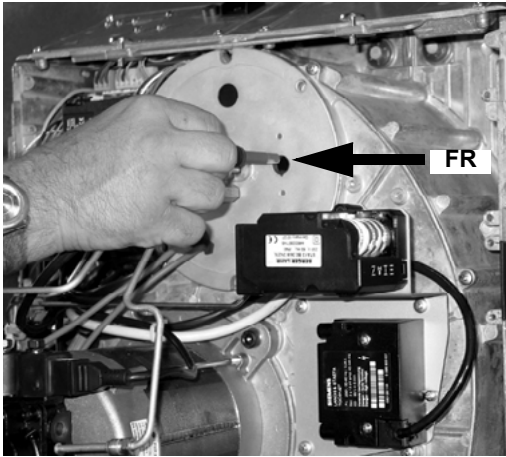

Рис. 18d
- Вынуть фоторезистор FR с его ложа (Рис. 18d).
- Установить на место головку сгорания и закрепить ее 4 винтами V1 - V4 (Рис. 18d).